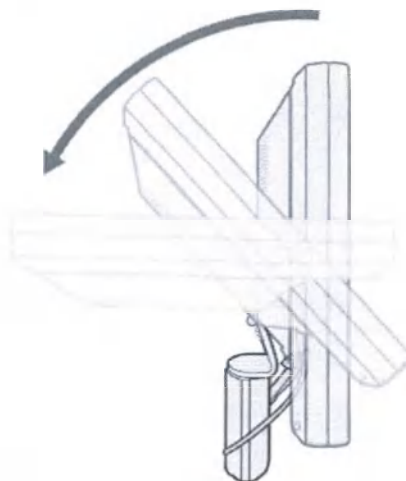

Рисунок 2-19. Наклон графического дисплея в мобильной системе
- В мобильной системе наклоните графический дисплей и проверьте подключение видеокабеля к порту с маркировкой DVI-1 IN, а также надежность данного подключения. См. рисунок 2-19.